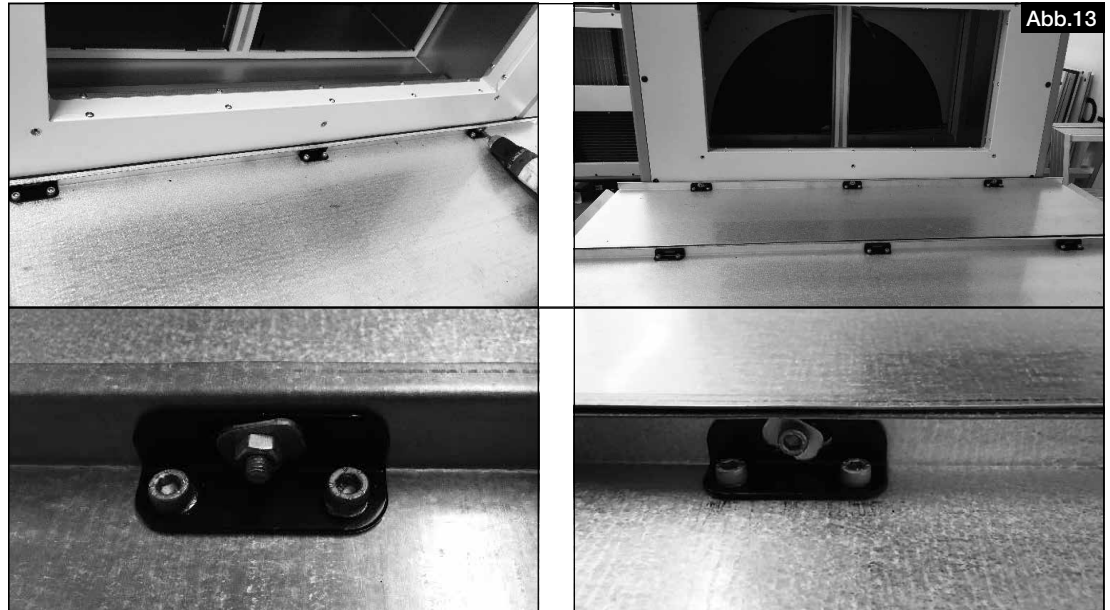

Abb.13
7. Das Wetterschutzdach über die Blechhalter an das AIR1-Lüftungsgerät und/oder ggfs. an das Wetterschutzdach eines zweiten externen Registers montieren, s. Abb.13.